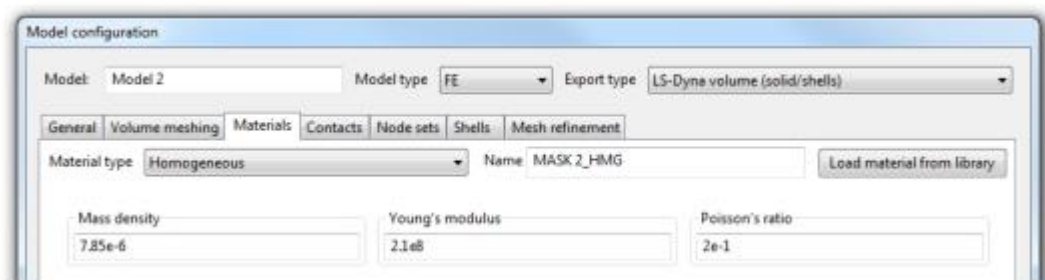

图 1-22 材料标签页
5. 在 Materials 标签页中 (图 1-22) :
- b. 现在我们能输入一些值来建立一个线性经典材料模型 (如图 1-22)